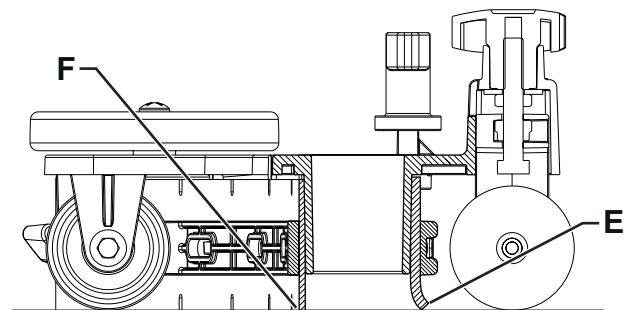

Abbildung 3
1. Die Sauglippe (A, Abb. 3) einbauen und mit den Sterngriffen (B) am Bügel (C) befestigen.
2. Wenn erforderlich, die Sauglippe mit dem Knopf (D) so einstellen, dass der hintere Gummi (E) und der vordere Gummi (F) den Boden berühren, wie in der Abbildung gezeigt.